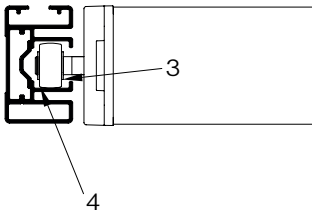

Abb. 13: Einführung der Laufräder
- » Führen Sie die Laufräder (3 – Abb. 13) der Fallstangenzapfen in die dafür vorgesehene Gasse der Führungsschienen (4 – Abb. 13)